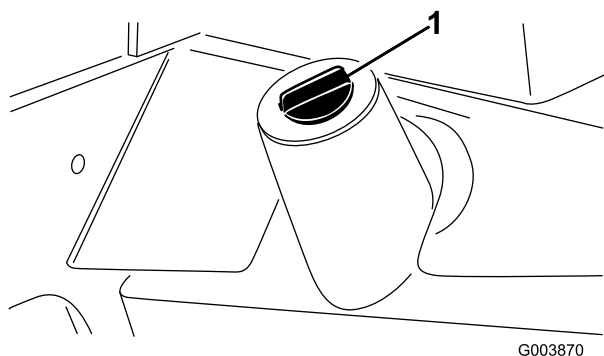

Figura 28
2. Limpe a zona em redor do tubo de enchimento e da tampa do depósito hidráulico (Figura 28).